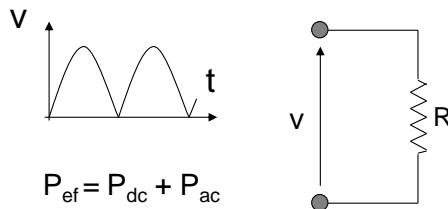

Figura 1.135 – Potências em um sinal contínuo pulsante.
► Para melhor compreender este fator, seja um exemplo (CIPELLI, 2001). Um sinal retificado em onda completa, contínuo e pulsante, é mostrado na Figura 1.135.